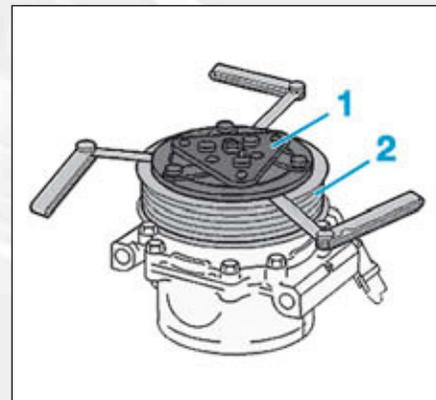

FIG.4
- Mesurer la valeur de l'entrefer entre le plateau d'entraînement (1) et la poulie (2) à l'aide d'un jeu de cales d'épaisseur (Fig.4).